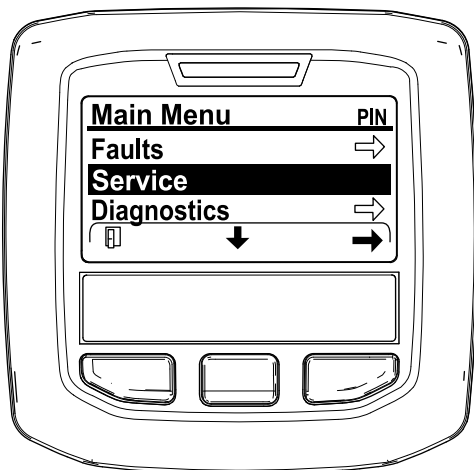

Figura 48
- Vá até ao MENU PRINCIPAL, prima o botão central para ir até ao MENU DE MANUTENÇÃO e prima o botão direito para selecionar a opção de MANUTENÇÃO (Figura 48).